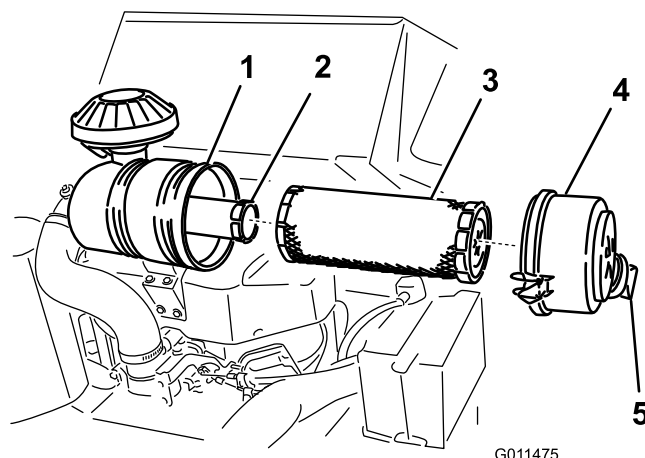

Figure 33
3. Ouvrez les verrous du filtre à air et séparez le couvercle du corps du filtre (Figure 33).
1. Sortez le préfiltre du corps du filtre avec précaution (Figure 33). Évitez de cogner l'élément à l'intérieur du corps.
- Si vous remplacez l'élément filtrant de sécurité, insérez-le avec précaution dans le corps du filtre (Figure 33).
- Placez ensuite le préfiltre sur l'élément de sécurité avec le même soin (Figure 33). Assurez-vous qu'il est bien engagé en appuyant sur le rebord extérieur.
- Reposez le couvercle du filtre à air, le capuchon antipoussière orienté comme indiqué à la Figure 33, et fermez les verrous.